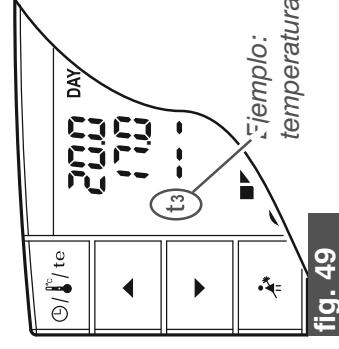

fig. 49
**En caso de que se haya excluido la temperatura t3 Ausencia en forma permanente (ver apartado 6.5) el servicio conectado (caldera o acondicionador) permanecerá desactivado por 3 horas máx. (indicado per el set: t3 - - - ver fig. 49)**